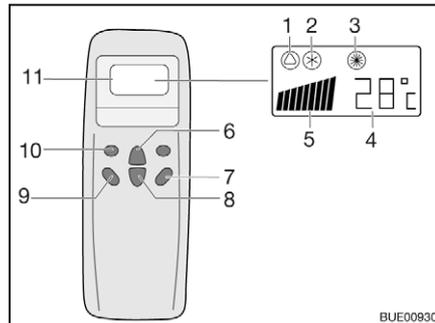
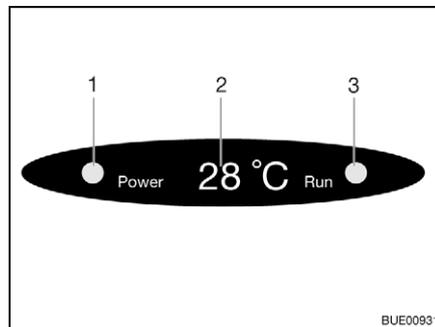

Fig. 179 Mando a distancia
Fig. 180 Indicación en el difusor
- Pulsar la tecla "ON/OFF" (Fig. 179,7).
- Pulsar la tecla "Mode" (Fig. 179,10) las veces que sean necesarias hasta que se visualice el modo de funcionamiento deseado (Fig. 179,1, 2 ó 3) en el display. La luz de control correspondiente en la indicación del difusor (Fig. 180,3) estará encendida.
- Ajustar la temperatura deseada con las teclas Aumentar temperatura (Fig. 179,6) o Reducir temperatura (Fig. 179,8).
- Seleccionar la etapa deseada del ventilador con la tecla Velocidad del ventilador (Fig. 179,9).